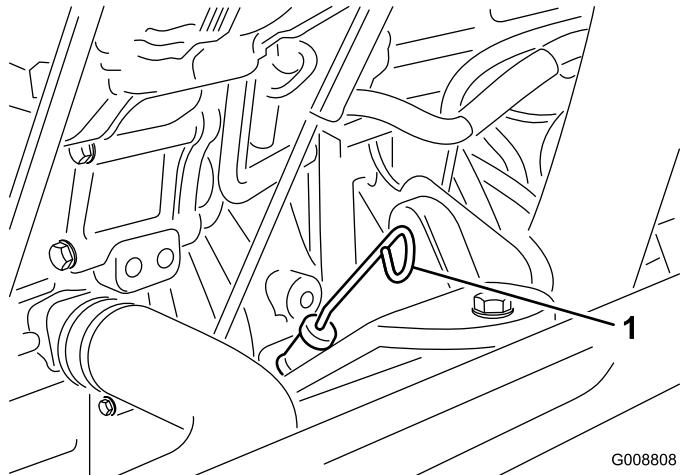

Figure 8
- Sortez la jauge, essuyez-la sur un chiffon propre, replacez-la dans le goulot de remplissage, puis ressortez-la. Le niveau d'huile doit atteindre le repère du plein (Figure 8).